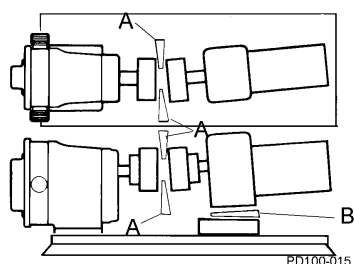

Рисунок 19 - Проверка углового смещения
1. Используя калибр для измерения зазоров или конусный калибр (Рисунок 19, пункты A и B), проверьте правильность положения в четырех точках каждые 90 градусов вокруг муфты; **отрегулируйте до соответствующего размера во всех точках.**